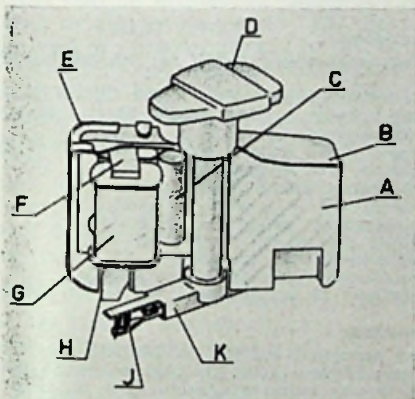

Fig. 1
**VRAAG:** Gaarne zou ik u het volgende probleem voor willen leggen. Het betreft een verschijnsel dat zich openbaarde bij het afregelen van de fazedraaier (zie fig. 1). Als inputspanning gebruikte ik 'n tijdelijke aansluiting op de 6,3 V gloei spanning. Met de sterkteregelaar A was deze spanning mooi te regelen. De meter was ingesteld op het 10 V gebied en heeft een inwendige weerstand van 1000  $\Omega$ /V. Gemeten werd de spanning op B en C. Nu bleek, dat bij bv. 2 V op B, op C een spanning werd gemeten van bv. 1,8 V. Hoe ik ook de potmeter D regelde, de zaak was niet symmetrisch te krijgen. Min of meer bij toeval verbrak ik de tegenkoppelweerstand E tijdelijk en toen bleek dat de spanningen wel gelijk te krijgen waren.
Vervolgens is een analyse gemaakt van het faze-omkeergedeelte (zie fig. 3a en b), waarbij eerst de voorwaarde voor exacte balans is bepaald; hieraan wordt voldaan voor een waarde van  $R_1$  van 450 k $\Omega$ , geheel in overeenstemming met de theorie derhalve. Gaan we deze schakeling echter met 10 k $\Omega$  belasten, dan zal de versterking door de zware tegenkoppeling slechts weinig afnemen en wel tot 0,683-voudig, veel minder dus dan in het eerstgenoemde geval. Samenvattend treedt er de volgende gang van zaken op: Zodra de meter bij B wordt aangesloten (zie fig 1) zal de spanning sterk dalen; nemen we de meter weg, dan zal deze weer toenemen tot de oorspronkelijke waarde; sluiten we de meter bij C aan dan zal de spanning slechts weinig dalen, zodat de meter bij C steeds méér moet aanwijzen dan bij B. Dit schijnt nu min of meer in tegenspraak met de gegevens die ons werden verschaft, voor-
De opbouw is in fig. 1 afgebeeld. Het plastieken huis (A) bevat beide spoelen (G), gewikkeld op U-vormige kern (F), een staafmagneetje (C) en een draaibare naaldhouder (K), welke T-vormig is. De armen van deze houder bevatten ieder een clip, waarin het eigenlijke ankertje (J) is bevestigd. Totaal dus 2 ankertjes, waarvan 't ene is voorzien van een 25  $\mu$ m naald voor microgroef, en het andere met een 65  $\mu$ m naald voor 78 toeren platen. We hebben dus te maken met een pickup-systeem met twee onafhankelijke ankertjes, die door indrukken en draaien over 180° van de knop (D) in het magnetische circuit tussen de poolschoenen (H) kunnen worden gebracht. Hier dus geen „turn-over” element maar een „turn-around” systeem